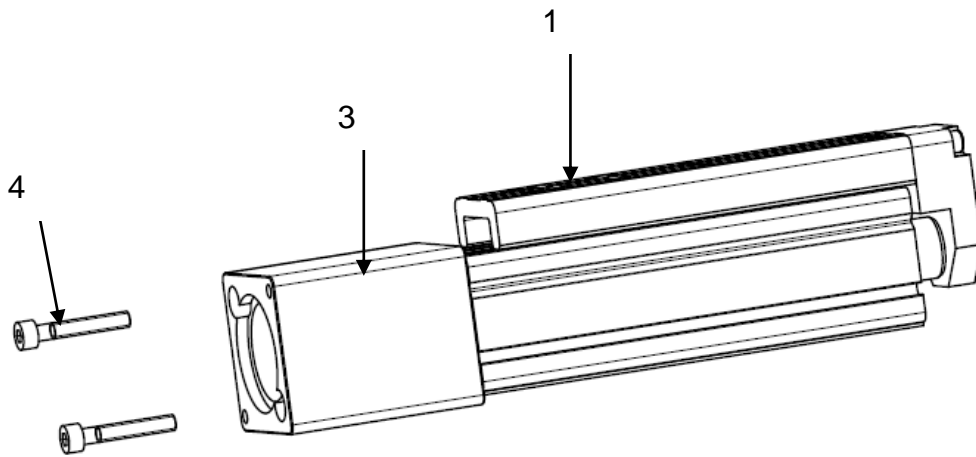

Рисунок 5 – Установка корпуса.
2) установить корпус монтажного комплекта (поз. 3) на модуль (поз. 1), закрепить винтами (поз. 4) (см. рисунок 5);